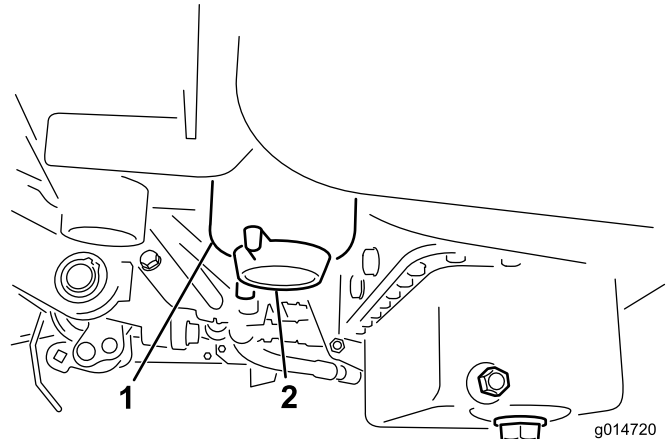

Figure 34
3. Dévissez le bouchon de vidange situé sur le filtre à carburant d'environ un tour et vidangez l'eau qu'il contient (Figure 34). Revissez le bouchon quand la vidange est terminée.